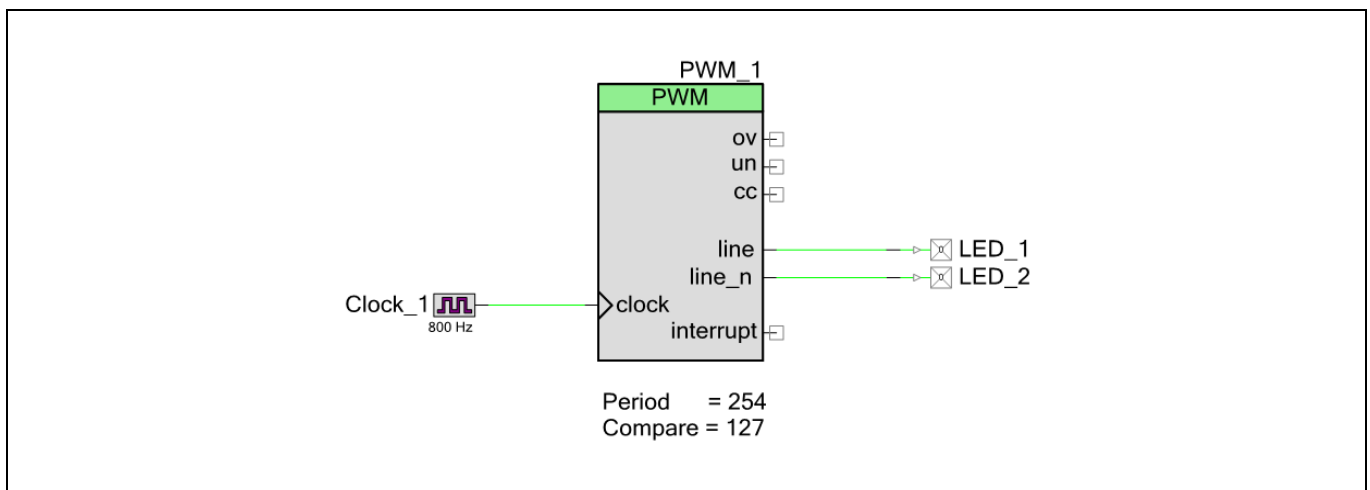

Figure 45 回路図の配線
11. **Figure 45** に示すように、コンポーネントを一緒に配線してください。